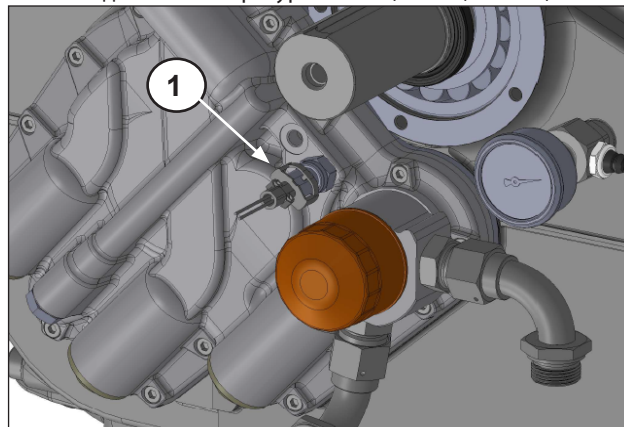

Рис. 15
Снимите датчик температуры масла (поз. ①, Рис. 15).